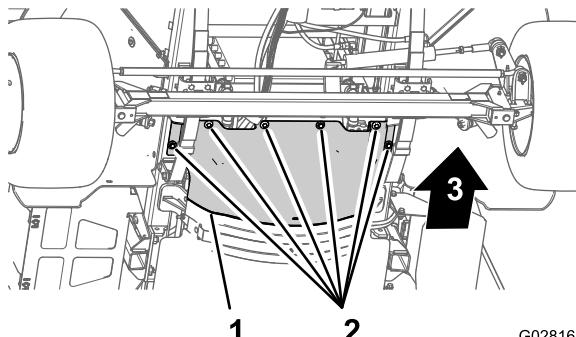

Рисунок 60
3. Выверните 6 болтов с шестигранными головками и снимите 6 шайб, которые крепят передний теплоизолирующий экран к шасси, и снимите экран (Рисунок 60).